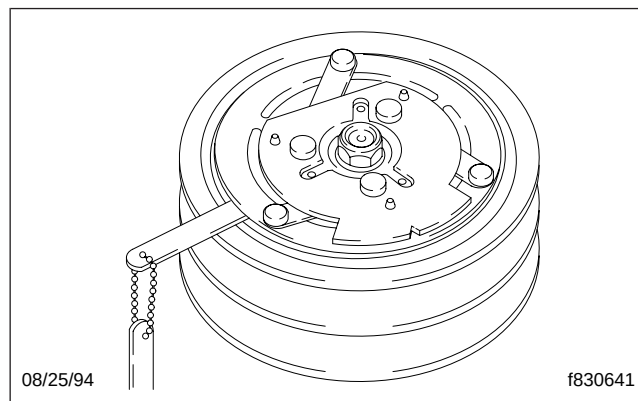

Fig. 1, Vérification du jeu du disque d'entraînement
4. Pour un compresseur de climatisation Sanden, utilisez une jauge d'épaisseur pour vérifier que le jeu de l'embrayage du disque d'entraînement se situe entre 0,4 et 1 mm (0,016 et 0,040 po). Voir la **figure 1**. Si vous devez régler l'embrayage du disque d'entraînement, reportez-vous au **groupe 83** du manuel d'atelier du véhicule.